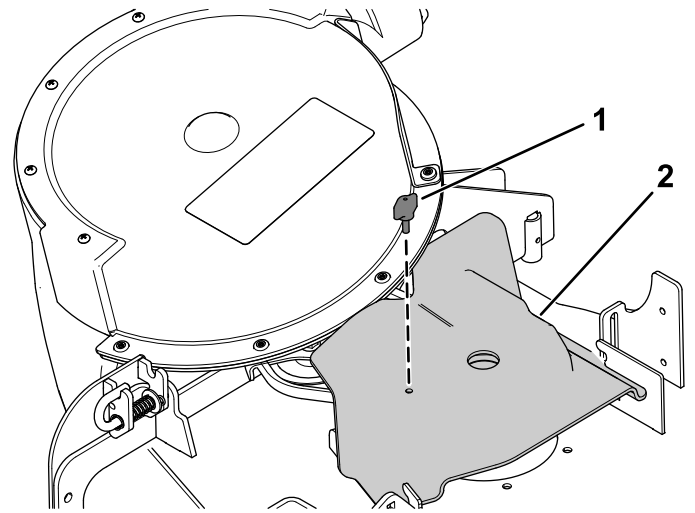

Figura 22
2. Instale la cubierta de la correa del soplador sobre la correa, y sujete la cubierta de la correa con el pomo (Figura 22).